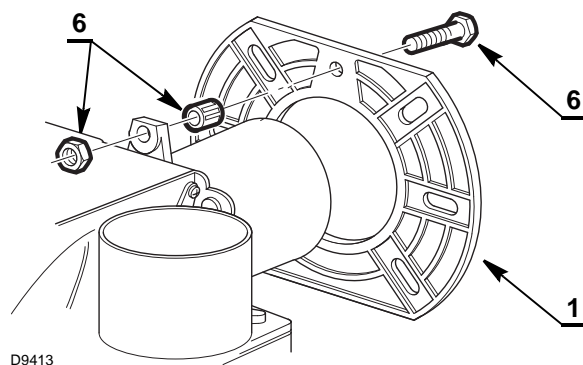

Fig. 12
- Indsæt skruen og de to møtrikker 6) på flangen (1) (Fig. 12).